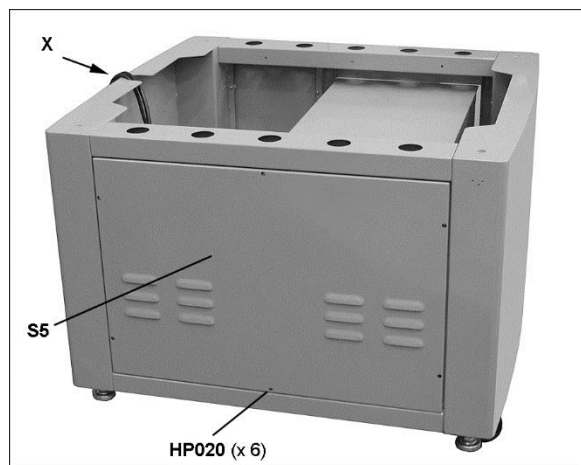

Figure 7-15
13. Installer le dernier panneau latéral (S5, figure 7-15). Le socle est maintenant complètement assemblé.
14. Poser les câbles du serveur dans la fente du panneau arrière (X, figure 7-15). Acheminer le câble électrique sous le socle pour que la fiche soit accessible suite à l'installation de la table de la fraiseuse.